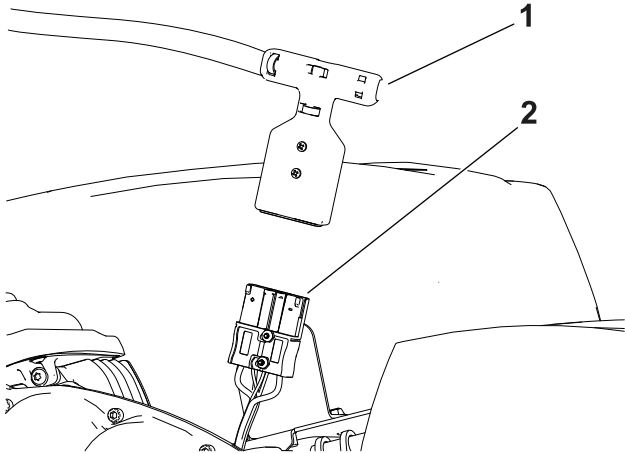

图 25
5. 将 T 形手柄接头拉出主电源接头从而断开电池的连接 图 25。